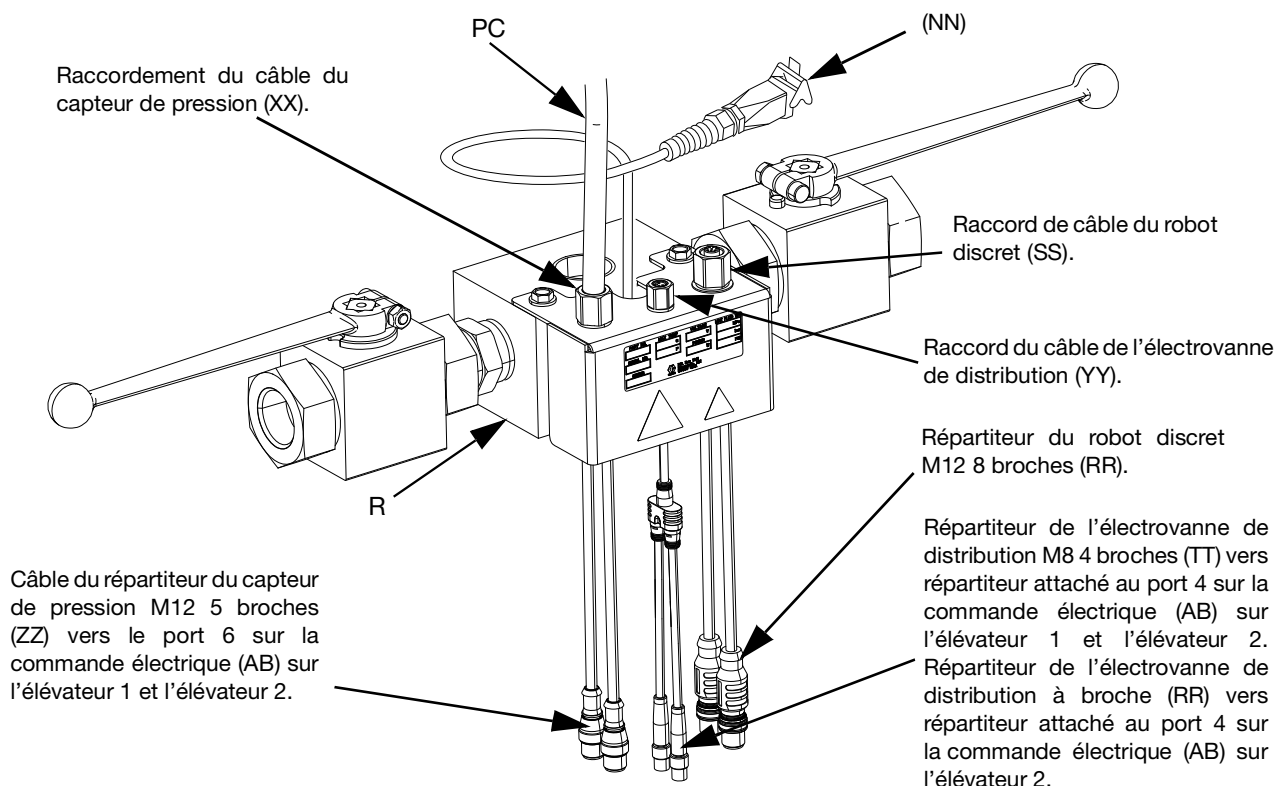

FIG. 29
1. En cas d'utilisation d'un système d'alimentation iQ à un élévateur, connecter le câble du capteur de pression (PC) de la vanne de distribution (B) au port 6 sur le moteur électrique (AB). Voir **Raccords de communication du moteur électrique** pour les élévateurs simples à la page 18.
- a. Connecter le câble du capteur de pression (PC) de la vanne de distribution (B) au répartiteur du capteur de pression de la vanne du bloc tandem. Voir FIG. 29.
- b. Connecter une extrémité mâle du câble de répartition du capteur de pression M12 à 5 broches (ZZ) sur le bloc tandem (R) au port 6 du moteur électrique (AB) sur l'élévateur 1. La deuxième extrémité mâle est connectée au port 6 sur l'élévateur 2. Voir **Raccords de communication du moteur électrique** pour l'Élévateur tandem à la page 19.